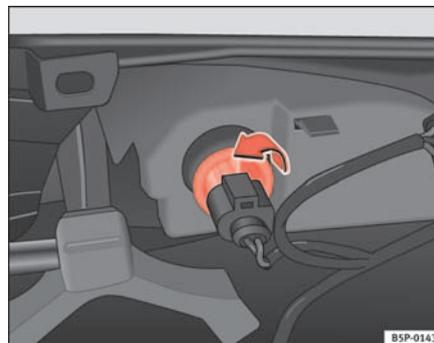

Fig. 185 Pilote de la face intérieure du pare-choc
- Tournez le porte-lampes vers la gauche puis retirez-le dans le sens de la flèche ⇒ fig. 185.